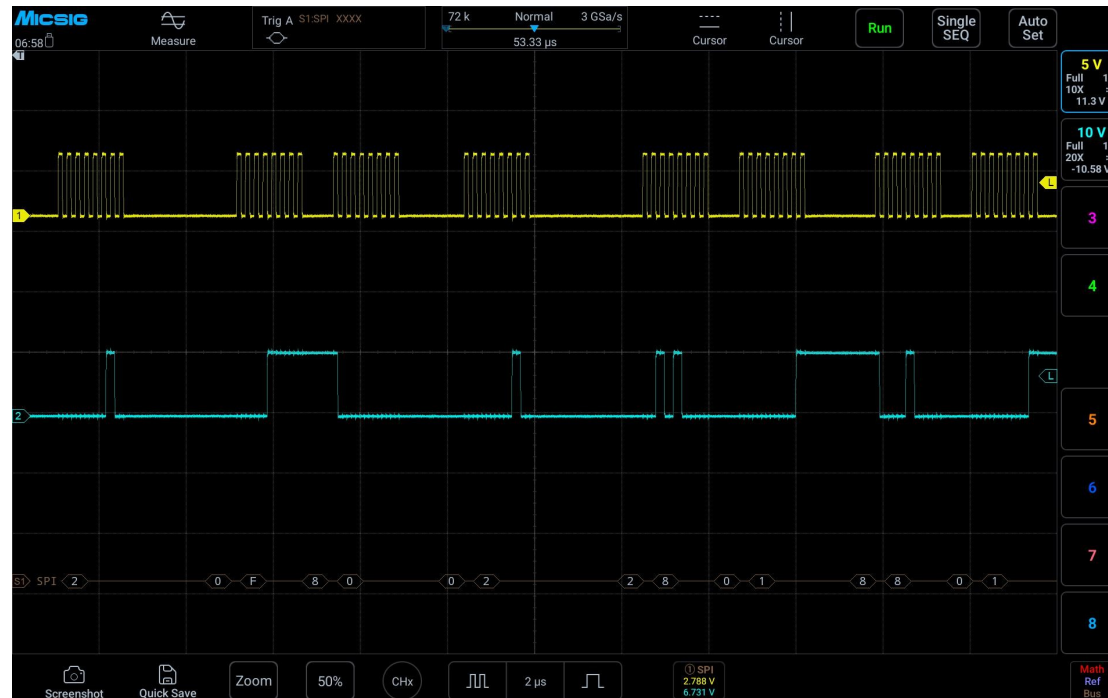

Abbildung 12-20 Schnittstelle zur SPI-Bus-Dekodierung
- (1) Tippen Sie auf S1, um den Dekodierkanal zu öffnen, und klicken Sie erneut auf S1, um das Buskonfigurationsmenü zu öffnen;
- (2) Wählen Sie als Bus-Typ „SPI“ aus, legen Sie als Takt „Ch1“ (steigende Flanke) fest, als Daten „Ch2“ (High-Pegel) und als Datenwortlänge „4 Bit“;
- (3) Öffnen Sie das Menü für die Triggereinstellungen, tippen Sie auf dem Touchscreen auf „Daten“ und stellen Sie über die virtuelle Tastatur den abzugleichenden Datenwert auf „0001“ ein;
- (4) Passen Sie die Schwellenwerte der beiden Kanäle entsprechend der Signalamplitude an; die grafische Benutzeroberfläche des SPI-Triggers ist in Abbildung 12-20 dargestellt: